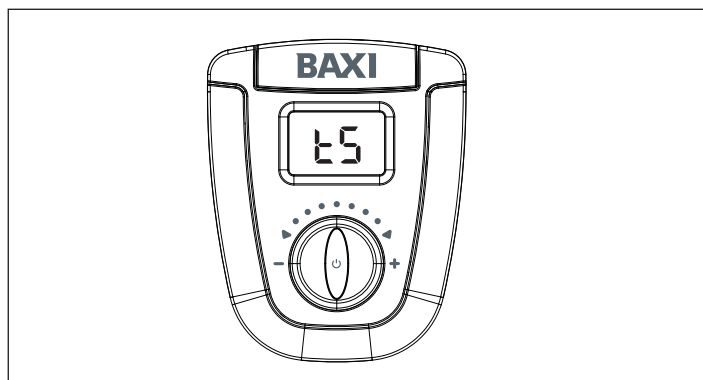

Fig. 19 - Activación "Menù Parámetros"
- Girando el mando seleccione **⌘5** (Menú parámetros - Fig. 19) y confirme pulsando el botón reset